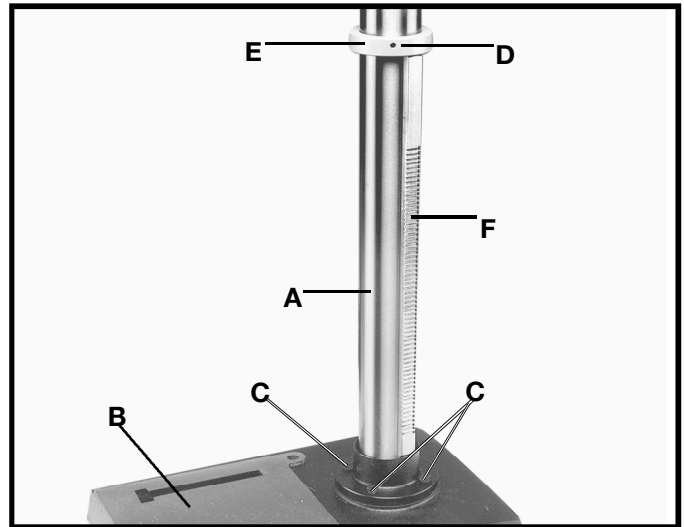

Fig. 3
1. Ensamble la columna (A) Fig. 3 a la base (B) utilizando para ello los cuatro tornillos, de los cuales se ilustran tres en (C). Afloje el tornillo de fijación (D) y quite el anillo (E) y el soporte de elevación (F).